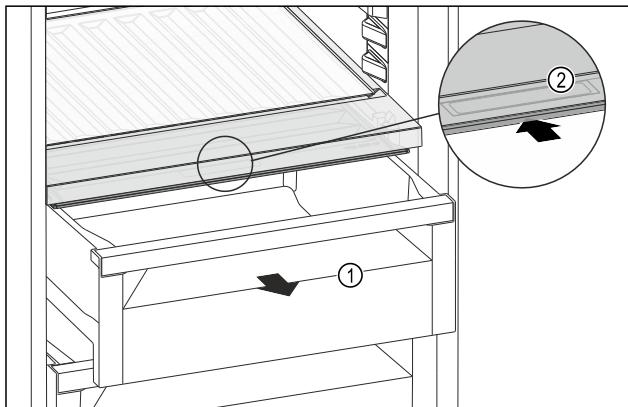

Fig. 123
- Vytiahnite zásuvku Fig. 123 (1).
- Uchopte prieħlbinu na rukoväť Fig. 123 (2) na veku zásuvky a súčasne tlačte veko zásuvky dozadu.